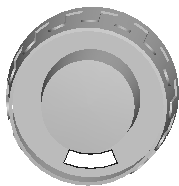
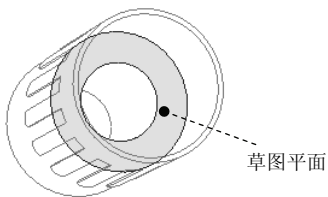
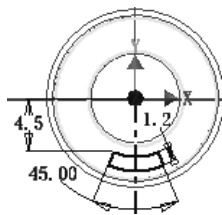

图 8.14 拉伸 2
图 8.15 草图平面
图 8.16 截面草图
(1) 选择命令。在 **阵列** 区域中单击 按钮。
(2) 选择要阵列的特征。在图形区中选取拉伸特征 1 (或在浏览器中选择“拉伸 1”特征)。
(3) 定义阵列参数。
① 定义阵列轴。在“环形阵列”对话框中单击 按钮，然后在浏览器中选取“Y 轴”为环形阵列轴。
② 定义阵列实例数。在 **放置** 区域的 按钮后的文本框中输入数值 15。
③ 定义阵列角度。在 **放置** 区域的 按钮后的文本框中输入数值 360.0。
(4) 单击 **确定** 按钮，完成环形阵列的创作。
Step 8 创建图 8.14 所示的拉伸特征 2。
(1) 选择命令。在 **创建** 区域中单击 按钮，系统弹出“创建拉伸”对话框。
(2) 定义特征的截面草图。单击“创建拉伸”对话框中的 **创建二维草图** 按钮，选取图 8.15 所示的模型表面作为草图平面，进入草绘环境。绘制图 8.16 所示的截面草图，单击 按钮。